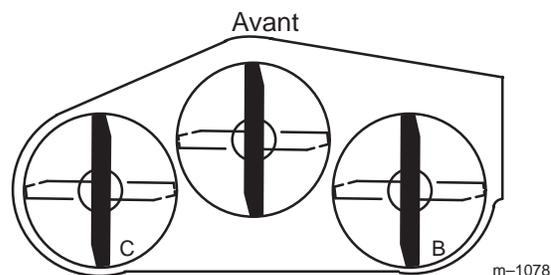
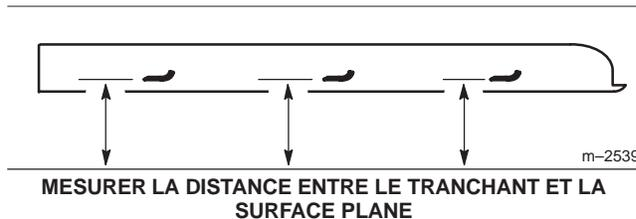

Figure 65
Figure 66
1. Tournez la lame **droite** à 180° (Fig. 65).
2. Mesurez la distance au point **B** (Fig. 65) entre la surface plane et le tranchant des pointes de la lame droite (Fig. 66).
4. Tournez la lame **gauche** à 180° (Fig. 65).
5. Mesurez la distance au point **C** (Fig. 65) entre la surface plane et le tranchant des pointes de la lame gauche (Fig. 66).